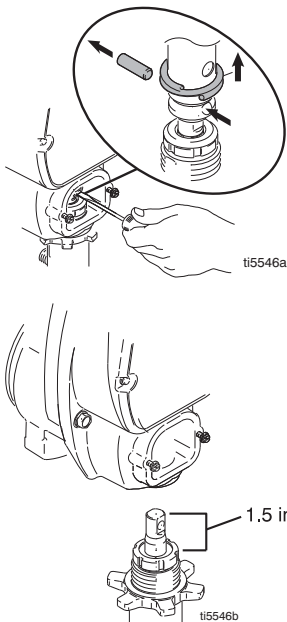

FIG. 18
1. FIG. 18. Estrarre l'asta del pistone alla distanza mostrata. Avvitare la pompa fin quando non siano allineati i fori del cuscinetto ed il pistone.